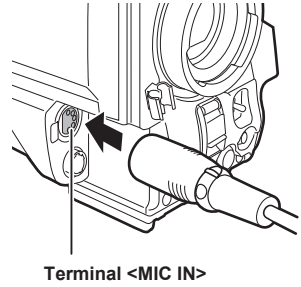

Figura 3
- 3** Conecte el cable de conexión del micrófono al terminal <MIC IN> de la cámara. (Figura 3)